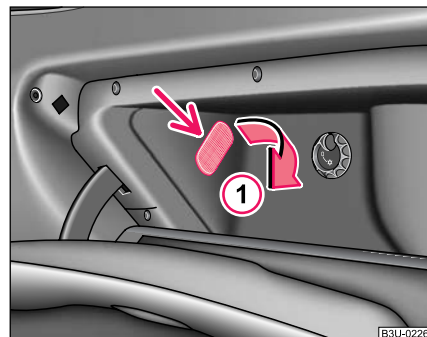

Fig. 190 Torpedoul: iluminare
- Introduceți o șurubelniță mică în fanta de lângă lampă ⇒ Fig. 190 și scoateți lampa cu atenție în sensul indicat de săgeata ①.